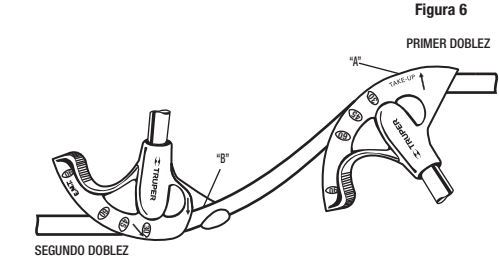

Figura 6
- 3.- Luego alinee las flechas (1) del doblador con la marca "A" y doble el tubo conduit. Ahora mueva el doblador como se muestra en la (Figura 6) y alinee las flechas (1) con la marca "B". Doble de nuevo.
- Siga la secuencia del doblé como se muestra en la figura 6, poniendo atención a la orientación del doblador.